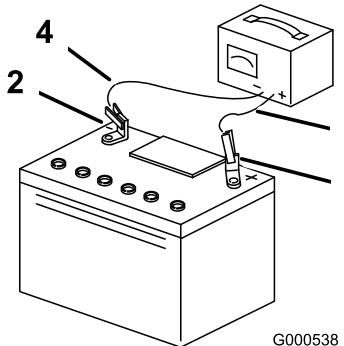

Figura 33
- Quando la batteria è completamente carica, staccate il caricabatterie dalla presa elettrica e scollegate i cavi di ricarica dai poli della batteria (Figura 33).